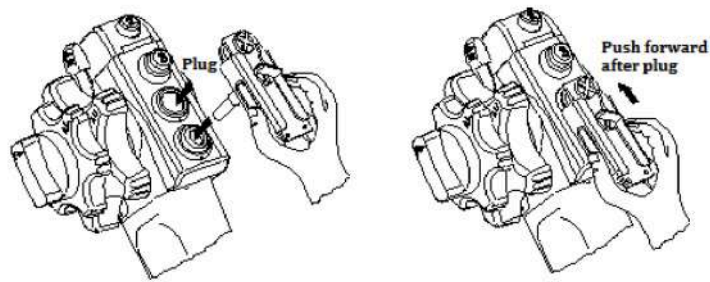

Figura 18. Acessórios do kit de limpeza conectado no alojamento das válvulas.
- 8) Para a segunda etapa de limpeza nos canais do endoscópio, conecte acessórios de limpeza nos alojamentos das válvulas vedando toda entrada e saída de fluídos. (veja Figura 18)